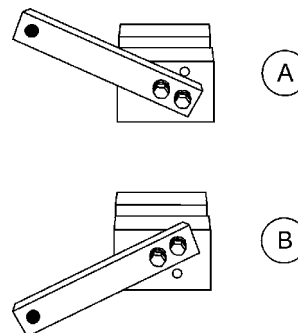

Bild 45. Inställning av glättararmsjustering
2. Se till att fixturarmen är i rätt inställning (upp eller ner) för din glättararmrotation som visas på bild 45.
Armar med MEDURS bladrotation använder fixturarmen i positionen UPP (A på bild 45). Armar med MOTURS bladrotation använder fixturen med fixturarmen i positionen NER. (B på bild 45).